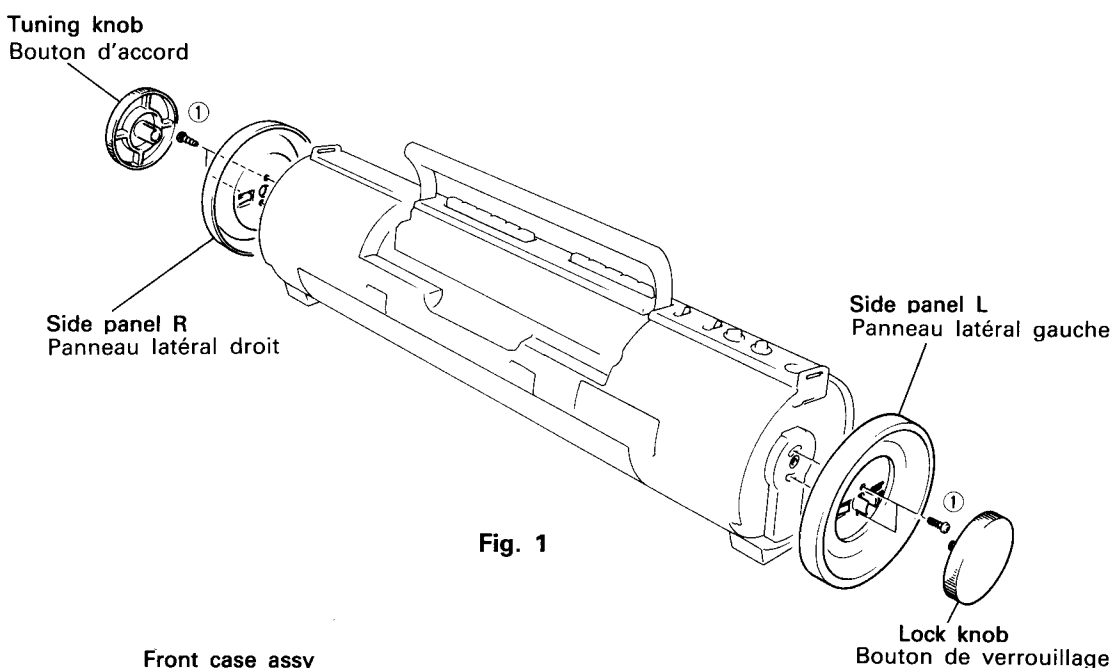

Fig. 1
1. Front case and cassette lid (Figs. 1, 2)
Remove the turning knob and lock knob and then remove screws ①, two from each side panels L and R. (Fig. 1)
1. Boîtier avant et couvercle du logement de cassette (Fig. 1, 2)
Enlever le bouton d'accord et le bouton de verrouillage, puis déposer les vis ①, deux de chaque panneau latéral gauche et droit (Fig. 1).